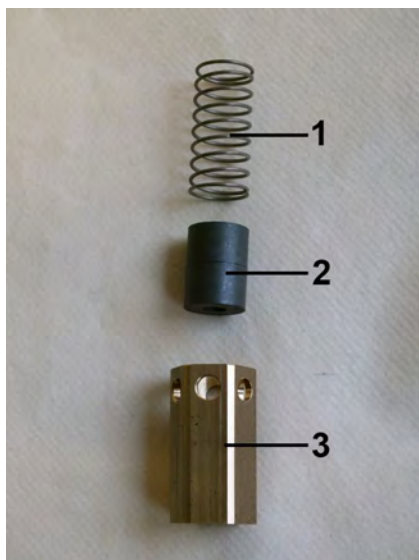

Abb. 32: Innenteile
4. ➔ Feder (Abb. 32/1) mit Magneten (Abb. 32/2) in den Schwebe-körper (Abb. 32/3) einführen, dabei die Magnetpolung beachten (Nordpol in Richtung Geräteausgang)